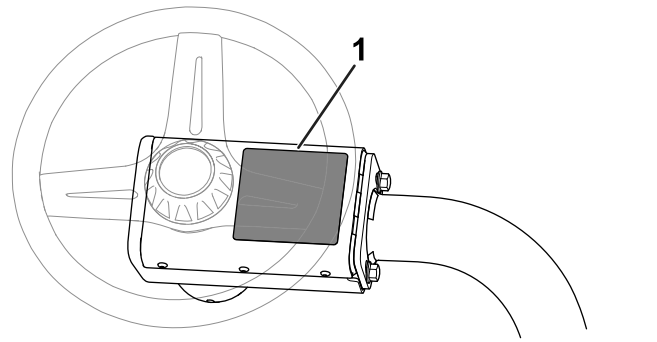

Figura 6
- **Pegatina de advertencia CE:** Aplique la pegatina de advertencia CE (Pieza N.º 139-8321) sobre la pegatina de advertencia existente (Pieza N.º 139-8320) en el embellecedor del volante; consulte la Figura 6.